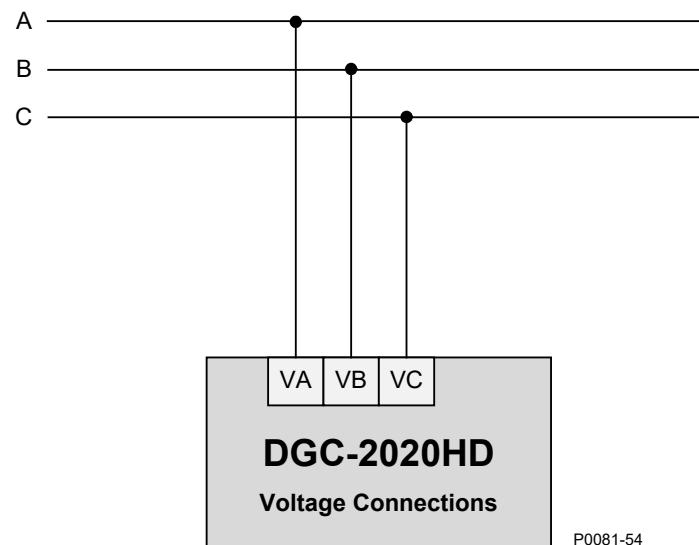

Abbildung 3-3. Anschlüsse für Dreiphasen-Dreieckschaltung
- Drei Phasen DreieckAbbildung 3-3
Abbildung 3-3 zeigt typische Dreiphasen-Dreieckschaltungsanschlüsse für alle DGC-2020HD Anschlüsse zur Busspannungsmessung: Generator, Bus 1 und Bus 2. Verwenden Sie die unten aufgelisteten Klemmennummern zum Anschließen des gewünschten Bustyps. Konsultieren Sie das Kapitel *Klemmen und Steckverbinder* für die Nummerierung der Klemmen auf der hinteren Schalttafel.